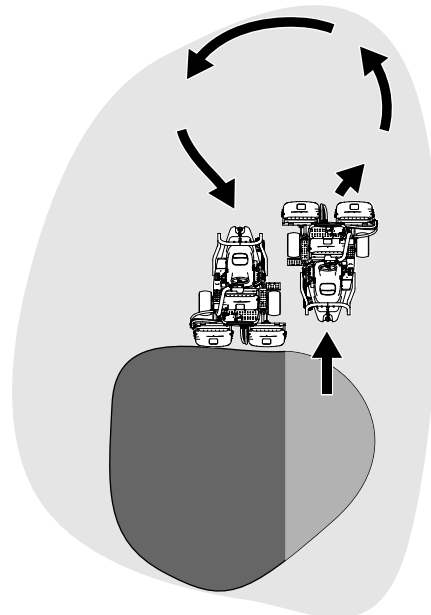

Figura 35
6. Para reduzir o tempo de funcionamento e facilitar o alinhamento para o próximo passo, oriente a máquina momentaneamente para a direção contrária, virando depois a máquina na direção da zona por cortar. Este movimento é uma volta em forma de gota (Figura 35) que alinha rapidamente a máquina para a próxima passagem.